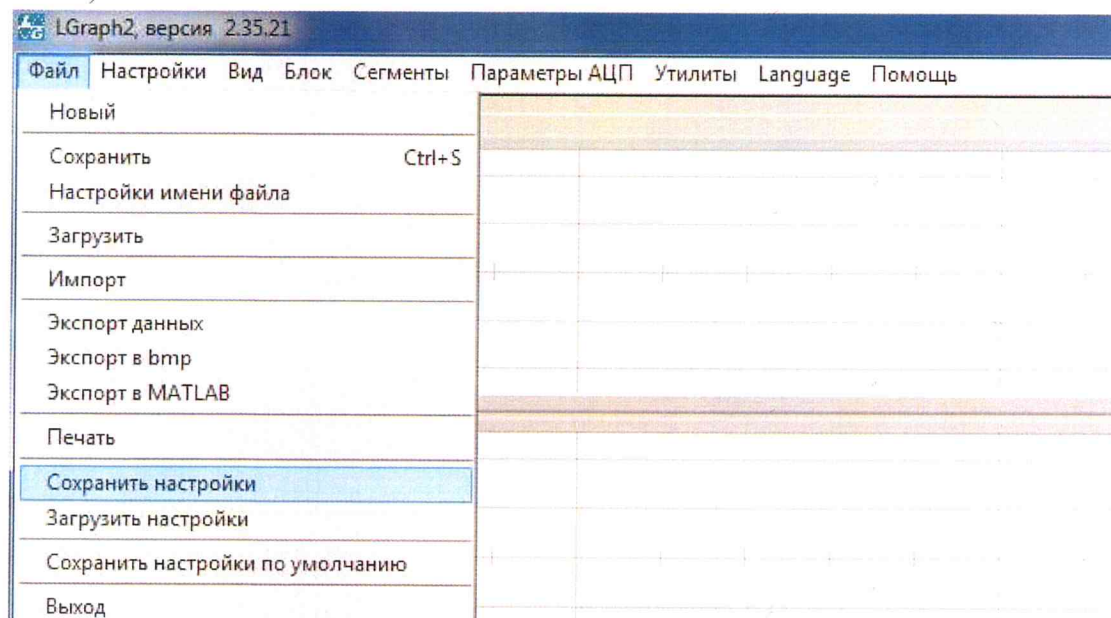

Рисунок 56. Сохранение настроек
10) Для сохранения созданных настроек в верхней панели найдите вкладку «файл» и выберите пункт «Сохранить настройки». Если вы хотите в дальнейшем использовать данную настройку вывода сигналов, запомните, в какой последовательности были подключены модули датчиков, и при следующей работе с устройством подключайте их в том же порядке (рисунок 56).